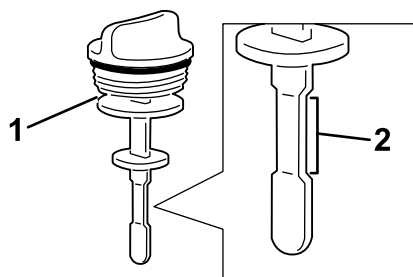

図 105
4. ディップスティックを引き抜いて油量を点検する **図 105**。